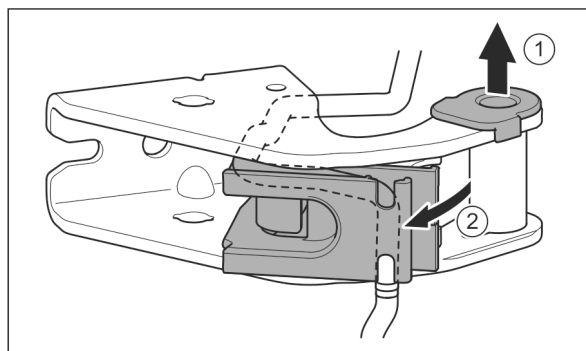

Fig. 29
- ▶ Lagerbuchse aus Führung ziehen. Fig. 29 (1)
- ▶ Kabelhalterung ausschwenken. Fig. 29 (2)